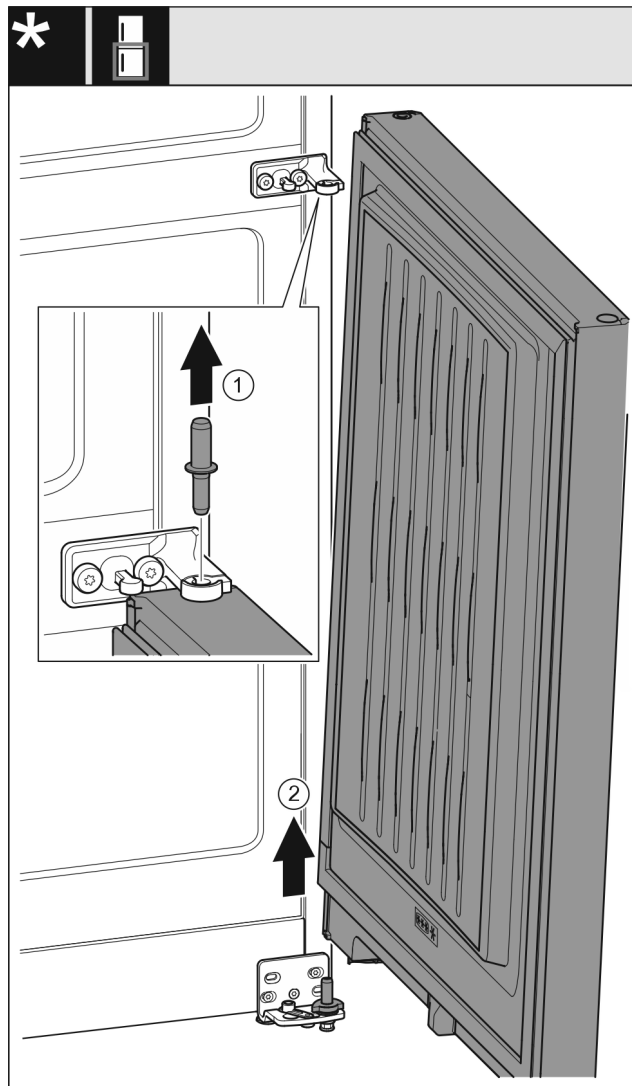

Fig. 29 Záráscsillapító nélkül*
- ▶ Húzza ki felfelé a csapszeget Fig. 29 (1)*
- ▶ Fordítsa ki az ajtót Fig. 29 (2), húzza fel, és tegye félre.*